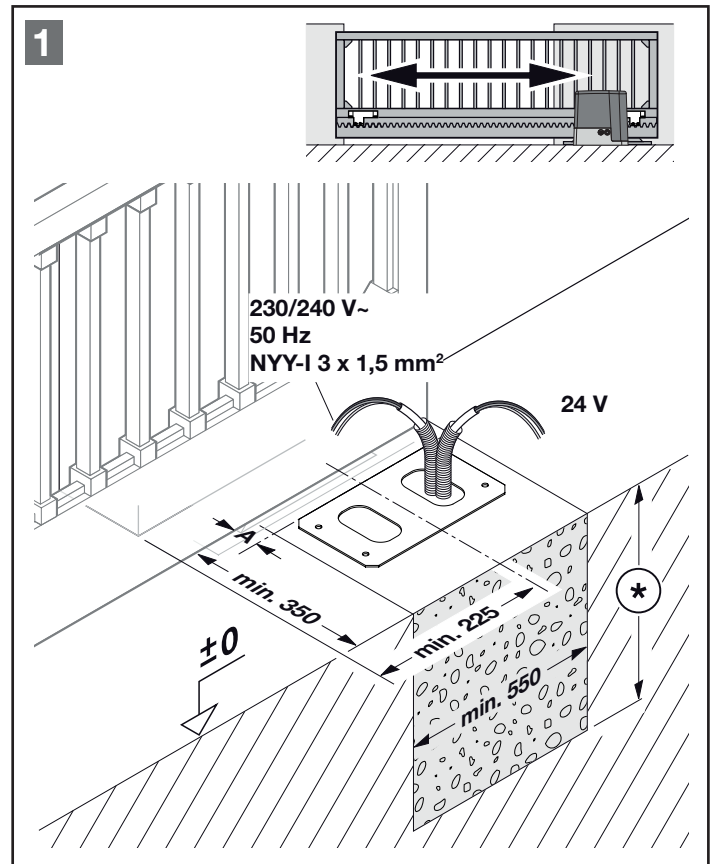
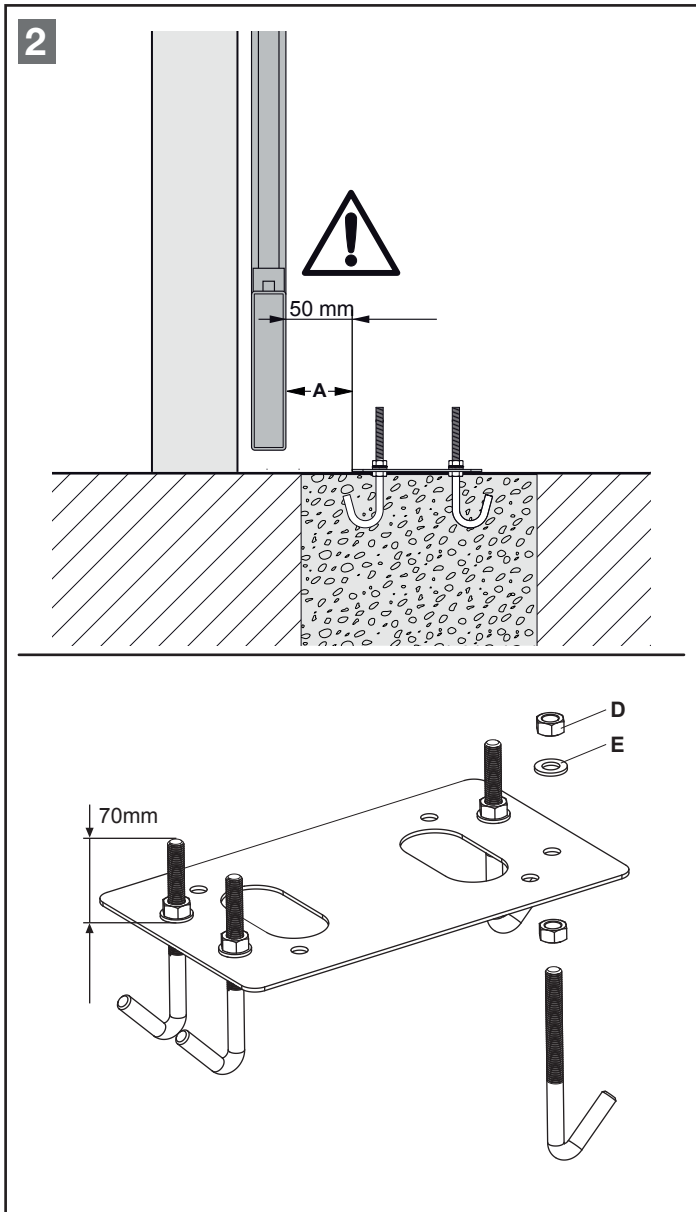

Bild 1 - Fundament
Bild 2 - Boden-Anker
- Für den Schiebetor-Antrieb ist es erforderlich, dass ein Fundament gegossen wird, sowie es im Bild 1 gezeigt ist. Die Markierung (*) steht hierbei für die frostfreie Tiefe (in Deutschland = 80 cm).
Das Betonfundament entsprechend den Einbaumaßen vorbereiten. Die Bodenanker in den Bohrungen der Metallgrundplatte befestigen und in die Zementfläche einsetzen. Einbaumaße unbedingt beachten! Siehe „Bild 1 - Fundament“ und „Bild 2 - Boden-Anker“.
Vor dem Bohren der vier Bohrungen muss deren Lage auf der Oberfläche des Fundaments gekennzeichnet werden. Hierzu Motorgrundplatte als Bohrschablone verwenden. Einbaumaße unbedingt beachten! Siehe „Bild 1 - Fundament“ und „Bild 2 - Boden-Anker“. Anschließend Dübellöcher bohren, die Bohrlöcher reinigen und Grundplatte mit geeignetem Montagematerial befestigen. Hierbei die Unterlegscheibe mit der Mutter gegen den Boden festziehen.